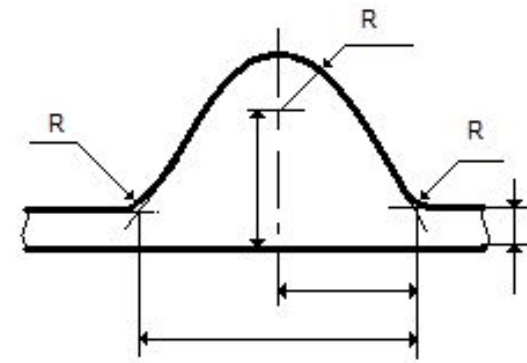

Рис.4
- ❑ Если надо показать координаты скругляемого угла или центра дуги скругления, то выносные линии проводят от точки пересечения сторон скругляемого угла или центра дуги скругления (рис.4).